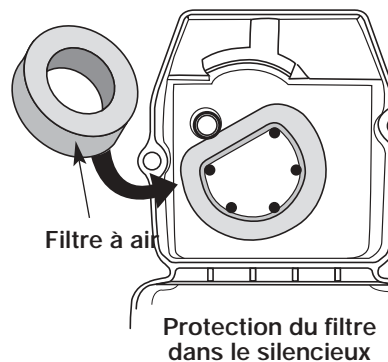

Fig. 21
2. Retournez le couvercle et inspectez l'intérieur pour repérer le filtre à air. Retirez le filtre à air de l'intérieur du couvercle du filtre à air/silencieux (Fig. 21).
6. Remplacez le filtre à air dans le filtre à air/couvercle du silencieux (Fig. 21).